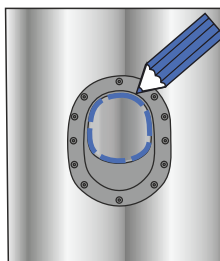
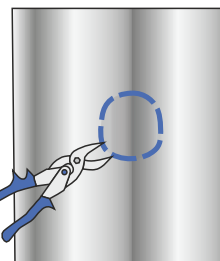

Рис.1
Рис.2
3. Перед установкой трубы приложите проходной элемент к кровельному покрытию (рис. 1), разметьте по внутреннему диаметру проходного элемента окружность и вырежьте отверстие (рис. 2) при помощи специализированного инструмента для резки стали.
4. Установите выходную трубу в проходной элемент и зафиксируйте до характерных щелчков, по всему диаметру (рис.2).